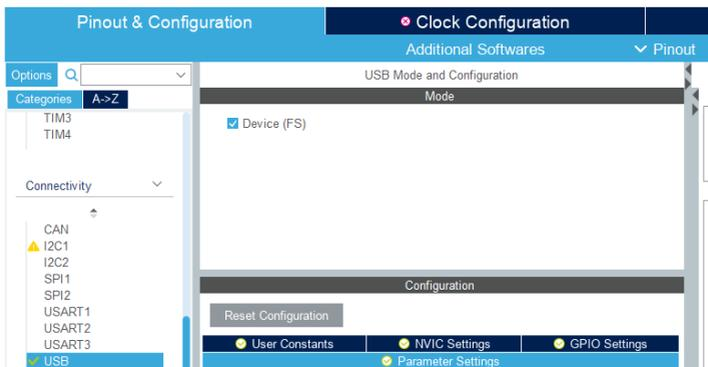

Рис. 3.53 – Окно выбора режима USB
1. Установить режим «Device full-speed» в разделе **USB** → **Device (FS)**. Контроллер поддерживает USB 2.0 full-speed (до 12 Мбит/с), поэтому этот вариант выбран по умолчанию (рисунок 3.53).